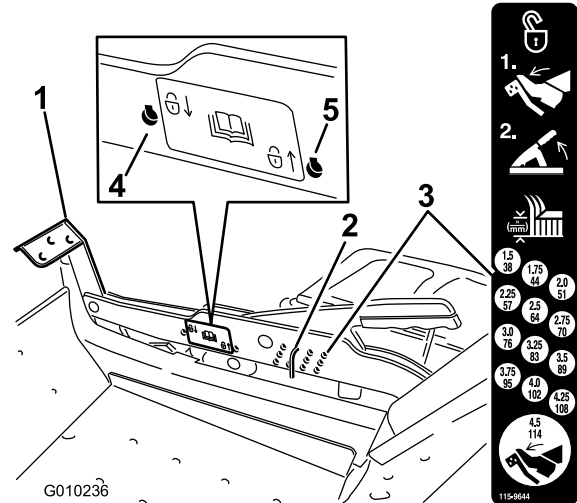

Bild 25
1. Treten Sie mit dem Fuß auf das Mähwerkhubpedal und heben Sie das Mähwerk in die Transportstellung an (auch die Schnitthöhe von 114 mm) (Bild 25).
2. Entfernen Sie den Splint zum Einstellen der Schnitthöhe aus der Schnitthöhenhalterung (Bild 25).
3. Wählen Sie ein Loch in der Schnitthöhenhalterung, das der gewünschten Schnitthöhe entspricht, und stecken Sie den Lastösenbolzen wieder ein (Bild 25).
2. Entfernen Sie den Stift aus der Schnitthöhenhalterung (Bild 25).
3. Wählen Sie ein Loch auf dem Arretierschild und stecken Sie den Stift ein (Bild 25).